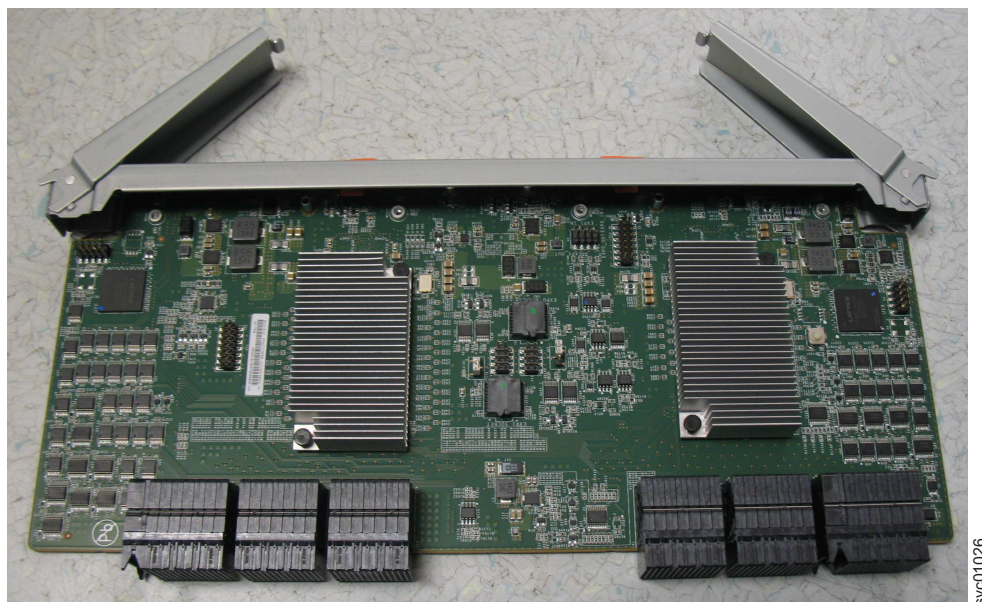

Figura 88. Abra as alças do módulo do expensor secundário
3. Gire ambas as alças no novo módulo do expansor secundário para a posição aberta, conforme mostrado em Figura 88 na página 88.